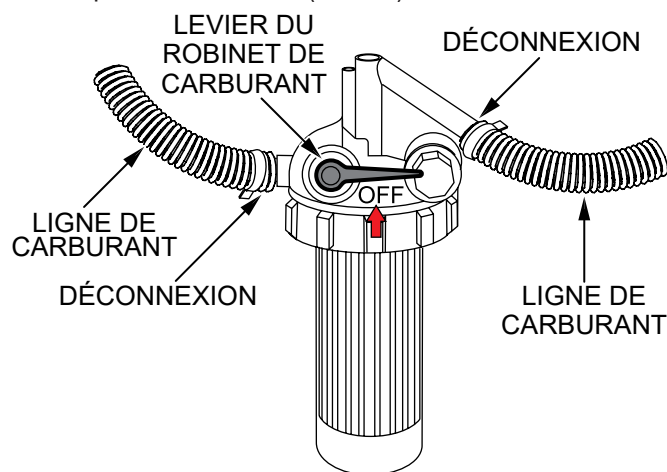

Figure 46. Levier de robinet de carburant (ARRÊTÉ)
1. Placer le **levier du robinet de carburant** (Figure 46) en position **ARRÊTÉ** (fermée).
2. Débrancher les **conduites de carburant** (Figure 46) du filtre à carburant.